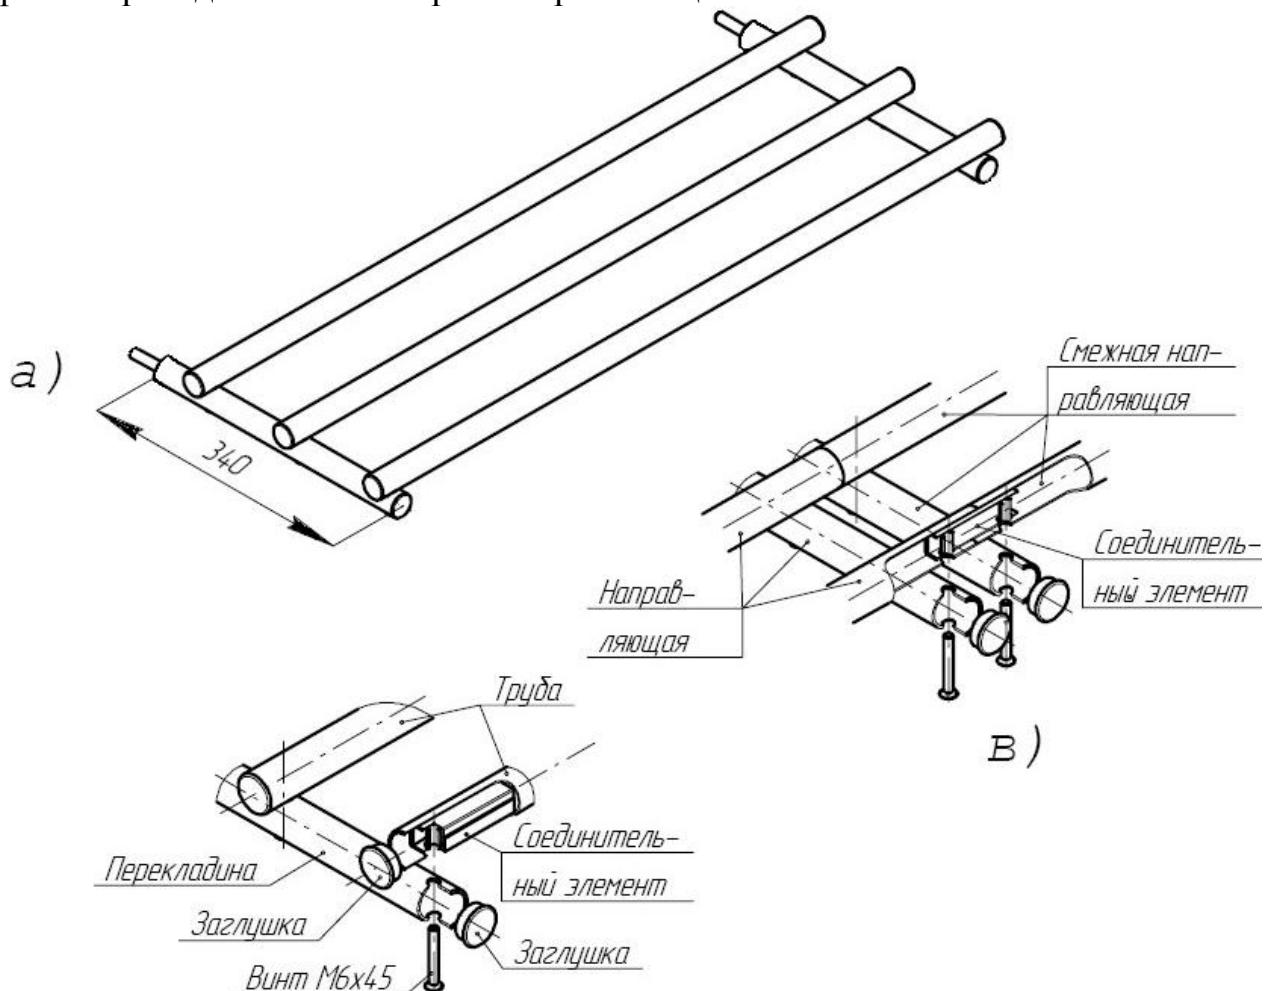

Рис. 7. Направляющая для подносов
ния исключительную устойчивость к случайному смещению и опрокидыванию. На рис. 7 приведена схема сборки направляющей.
– каждую из труб последовательно приложите к поперечинам так, чтобы их монтажные отверстия совпали и трубы были параллельны столешнице изделия; вставьте снизу винты M6x45 в отверстия поперечин и вверните их в резьбовые отверстия соединительных элементов (рис. 7б и 7в). Соединительные элементы нужно предварительно вставить в трубы резьбовыми отверстиями вниз (расположение соединителей внутри труб зависит от наличия/отсутствия смежного изделия из ЛР) после извлечения торцевых заглушек.